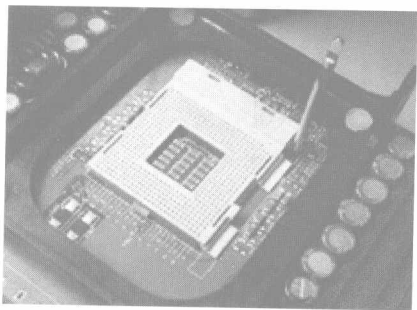

图 1.3 拉起 CPU 手柄
(1) 向外拉出 CPU 插座上的锁杆,使手柄与定位卡脱离,再轻轻地与水平呈 90° 拉起手柄,如图 1.3 所示。